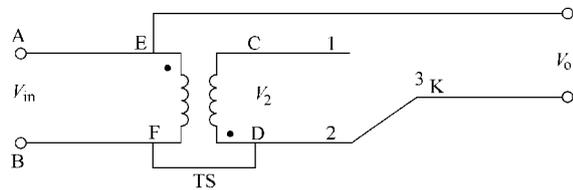

图 10-12 升压原理
(1) 低电压补偿原理。市电电压经变压器降压整流后，通过微处理器 21 脚采样，若压缩机工作时采样电压大于 180V，则升压继电器不动作；若电压小于 180V 时，微处理器 (008 电路) 通过 15 脚输出 5V 控制电压，经 MC1413 驱动升压继电器动作，使室外的压缩机风机四通阀获得升压电压而继续正常工作。
(2) 升压原理。升压原理及接线原理如图 10-12 所示。由图可见，尽管  $V_{in}$  为市电电压 (50Hz 交流电)，AB 两端总存在“+”“-”之分。假定某一时刻，A “+” B “-”，则